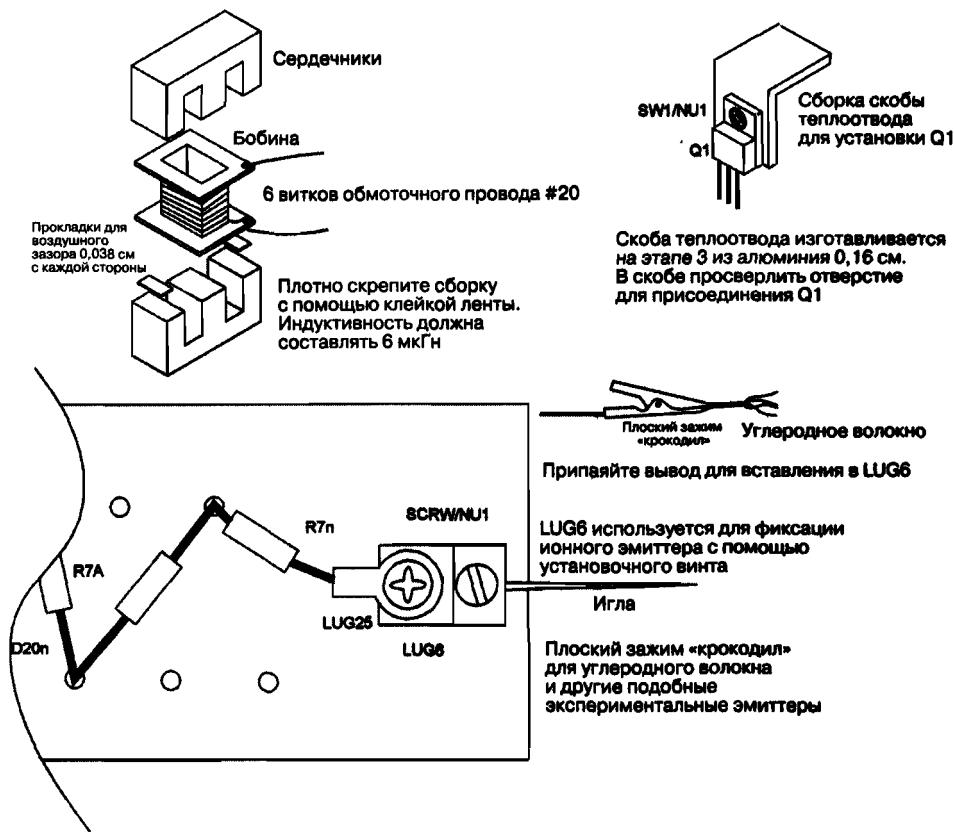

Рис. 22.4. Дроссель подачи тока L1 и скоба теплоотвода
3. Изготовьте металлический теплоотвод в виде скобы для транзистора Q1 из алюминия 3,81×1,9×0,16 см, как показано на рис. 22.4¹.
4. Соберите дроссель L1 (см. рис. 22.4).